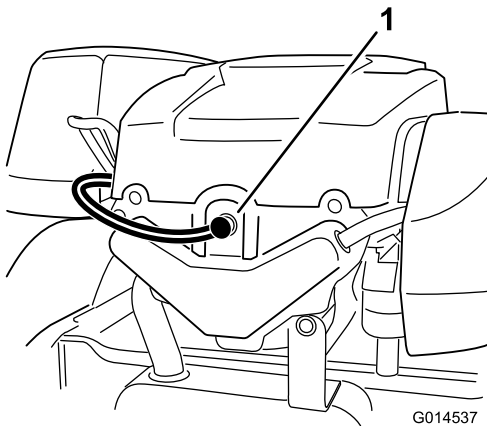

Figure 33
2. Débranchez le fil de la bougie (Figure 33). Nettoyez la surface autour de la bougie pour éviter que des impuretés n'endommagent le moteur en tombant à l'intérieur.
3. Reconnectez le fil à la bougie (Figure 33).